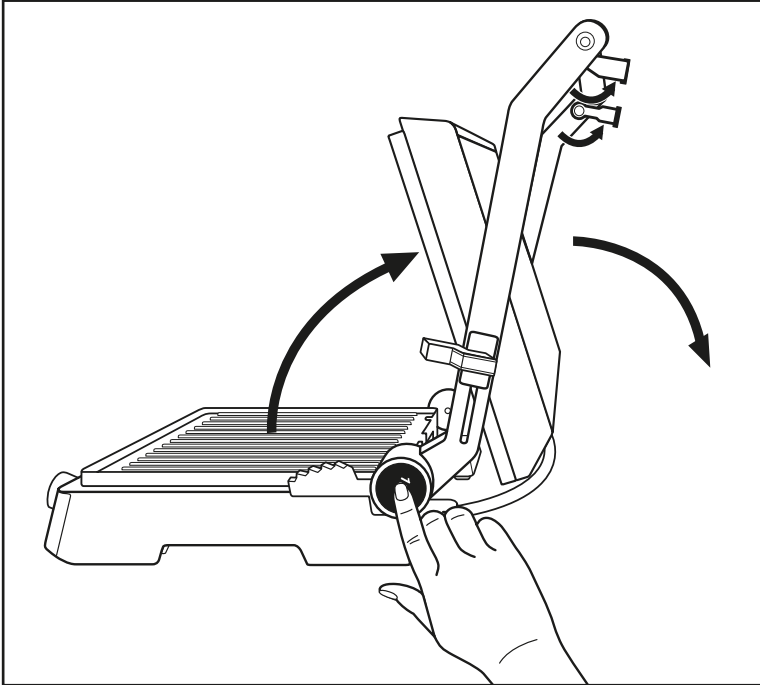

Fig. 1
- 1) Klap de to støttefødder **1** ud (fig. 1).
- 2) Tryk på oplåsningsknappen **3** (fig. 1) og åbn produktets låg helt, så begge varmeplader **10** kan bruges som bordgrill.